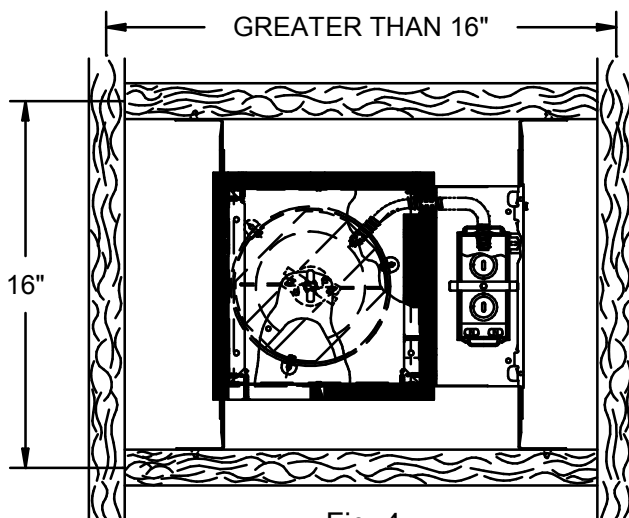

Fig. 4
8.- Si las viguetas están distanciadas a más 16 pulgadas (41 cm), 2x4 (4 pulgadas [10 cm] de dimensión vertical), se debe usar más soportes entre las viguetas a ras del cieloraso para crear un espacio de 16 pulgadas (41 cm) para montar el aparato de luz como se muestra en la Fig. 4.
8.- Si les solives sont placées à une distance supérieure à 16 pouces (41 cm), 2 x 4 (4 pouces [10 cm] de dimension verticale), il faut utiliser plus de supports entre les solives au niveau du plafond pour créer un espace de 16 pouces (41 cm) pour monter le dispositif d'éclairage comme l'indique Fig. 4.